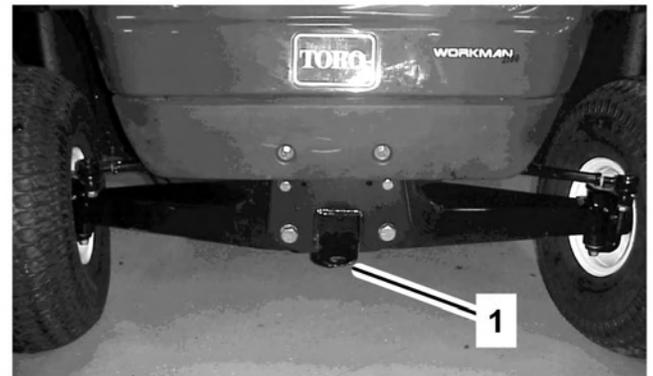

Figura 28
Para transportar el vehículo largas distancias, debe llevarse el vehículo sobre un remolque. Asegúrese de que el vehículo está firmemente sujeto sobre el remolque. Consulte en Figura 27 y Figura 28 la ubicación de los puntos de amarre.
2. Conecte un cable de remolque al punto de remolque, en la parte delantera del bastidor (Figura 28).